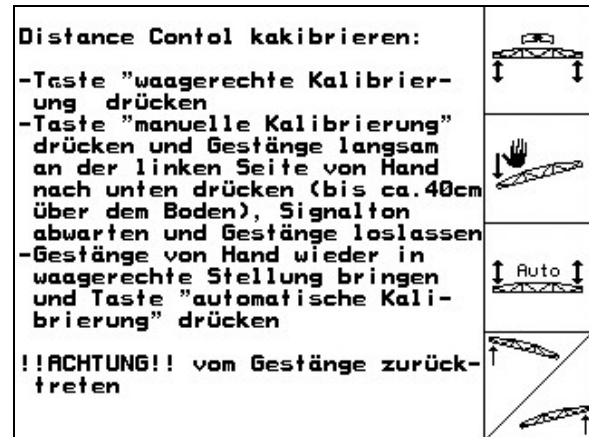

Fig. 30
1. (Fig. 30) automatische Kalibrierung starten.